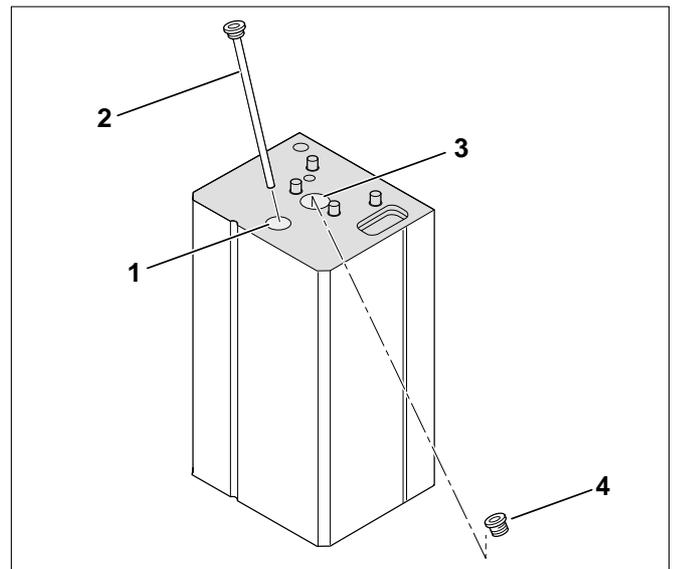

Fig. 11 Posizione tappo/apertura di ispezione
- Togliere il coperchio e svitare l'anodo di magnesio (Fig. 11, Pos. 1 e Pos. 2).
- Togliere il coperchio di chiusura e svitare il tappo dall'apertura di ispezione (Fig. 11, Pos. 3 e Pos. 4).
- Ermetizzare nuovamente il tappo dell'apertura di ispezione (in caso di necessità, sostituire il tappo) (Fig. 11, Pos. 4).
Legenda Fig. 11: